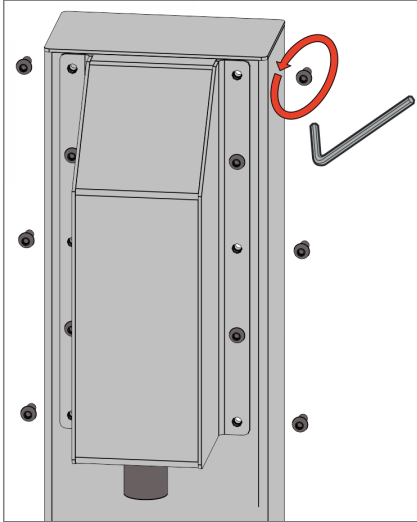

Abb. 26 Schrauben lösen
01. Lösen Sie an der Vorderseite des Korkfix die oberen, die mittleren und die unteren Schrauben auf beiden Seiten der Abdeckung. Drehen Sie die Schrauben hierfür mit dem Innensechskant-schlüssel gegen den Uhrzeigersinn und nehmen Sie die 6 Schrauben ab (Abb. 26).